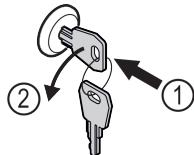

Fig. 167
- 按入钥匙。Fig. 167 (1)
- 将钥匙逆时针转动 90°。Fig. 167 (2)